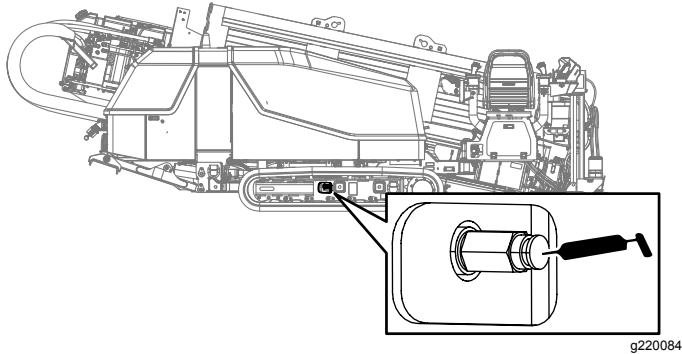

Figura 103
3. Retire la suciedad y los residuos de alrededor de la válvula de grasa del sistema de tensado de la oruga (Figura 103).
5. Aplique grasa al engrasador hasta que la tensión alcance los 220.63 bar (3,200 psi), según se muestra en Figura 103.
5. Gire la válvula de grasa del sistema de tensado de las orugas en sentido antihorario **no más de una vuelta** (Figura 103).